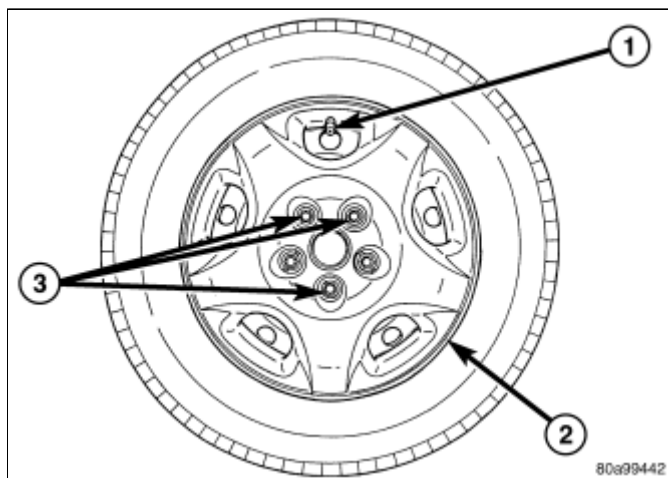

图 1 固定车轮护盖的螺母
2. 留意气门杆相对于车轮安装螺母的位置，并拆卸固定车轮护盖至车轮和轮毂的三个安装螺母(图 1)。